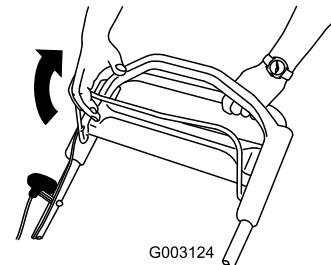

Figura 15
2. Tire de la barra de control de la cuchilla hasta el manillar (Figura 15).